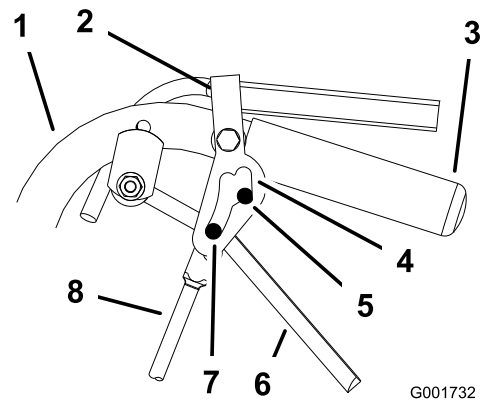

Figure 43
5. Déverrouillez et verrouillez le point mort en vérifiant que la roue ne tourne pas (Figure 43). Continuez cette procédure jusqu'à ce que la roue arrête de tourner.